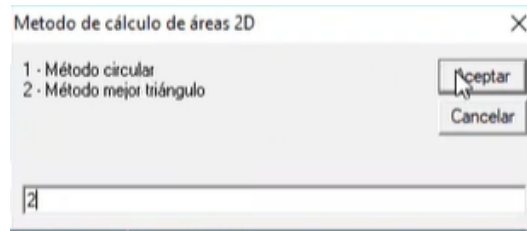

Figura 224. Método de cálculo.
66. En la ventana emergente, seleccionar la opción “2 Método mejor triángulo”. Figura 224.